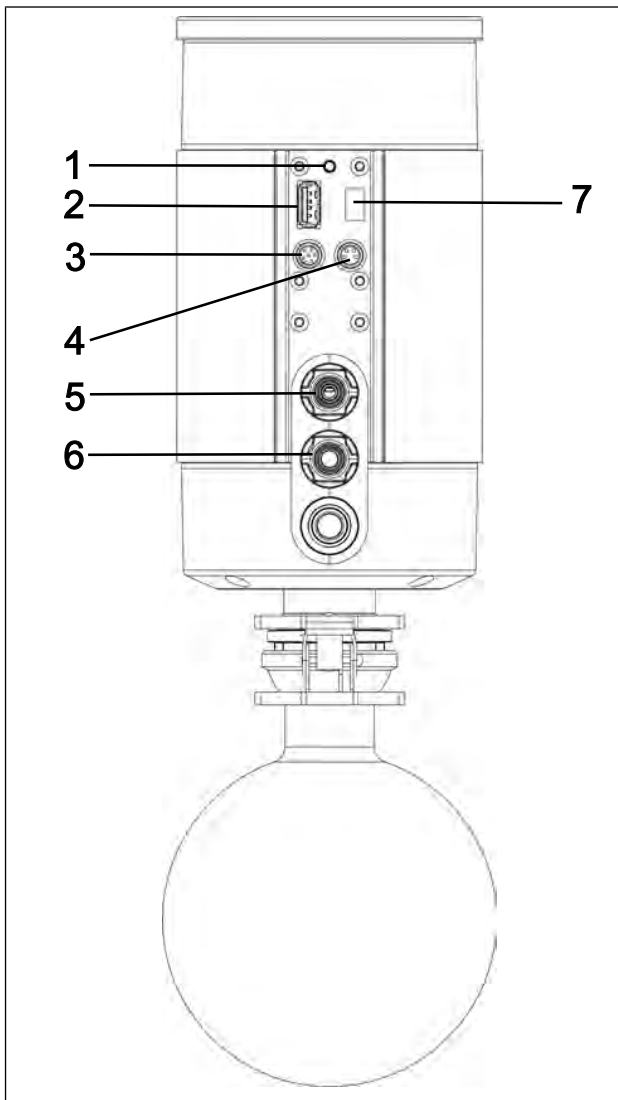

Abb.23: Abscheider SC
Wird am Vakuumsystem die Paging-Taste (Abb. 23/1) ca. 5 Sekunden lang gedrückt, antwortet das Handterminal auf die Paging-Taste des Vakuumsystems mit einem Signalton (siehe Kapitel 9.2.2 *Bedienung ohne Handterminal* [▶ 73]).
3. Drücken Sie an der Pumpe die Pairing-Taste (Abb. 23/1) ca. 10 Sekunden lang.
Bei abgenommenem Handterminal kann folgende Aktion direkt am Vakuumsystem vorgenommen werden (Abb. 23):